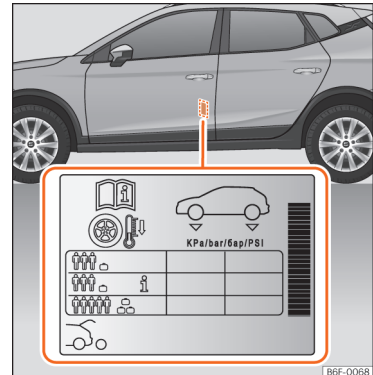

Abb. 189 Einbauort des Aufklebers für den Reifenfülldruck.
- Passen Sie bei größerer Zuladung den Reifendruck entsprechend an »» (Abb. 189).
Die Angaben zum Reifenfülldruck befinden sich auf dem Aufkleber an der Fahrertürsäule »» (Abb. 189).
fülldruck entsprechend dem auf dem Reifenfülldruck-Aufkleber angegebenen maximalen Wert erhöht werden »» (Abb. 189).
Füllen Sie bei einem minimierten Notrad (125/70 R16 oder 125/70 R18) auf einen Druck von 4,2 bar, gemäß Angabe auf dem Aufkleber mit den Reifendruckwerten »» (Abb. 189).
Je nach Fahrzeug kann der Reifenfülldruck auf halbe Last eingestellt werden, um den Fahrkomfort zu verbessern (Reifenfülldruck **i** »» (Abb. 189)). Beim Fahren mit Komfort-Reifen-druck kann sich der Kraftstoffverbrauch leicht erhöhen.
- **Der Fahrer ist verantwortlich für den richtigen Reifenfülldruck an allen Reifen am Fahrzeug. Der empfohlene Reifenfülldruck befindet sich auf einem Aufkleber »» (Abb. 189).**
- **Immer den richtigen Reifenfülldruck am kalten Reifen einhalten, wie auf dem Aufkleber angegeben »» (Abb. 189).**